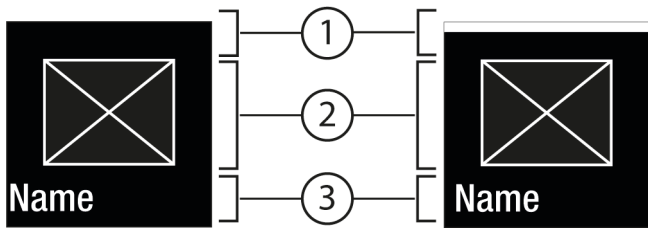
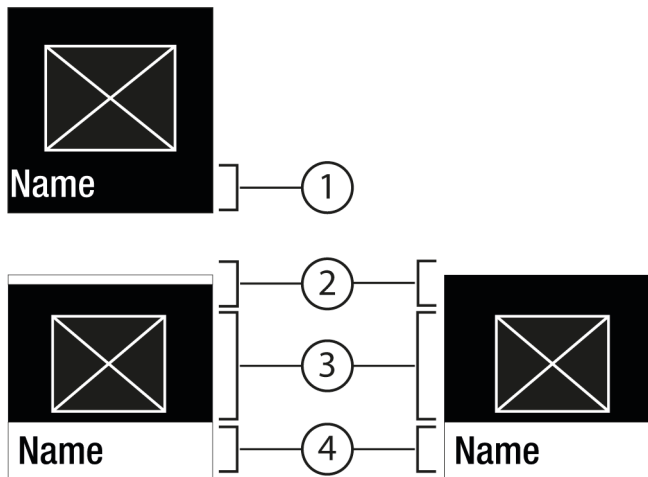

Fig. 6
Fig. 7
- Hent undermenuen Fig. 7 (4) med Bekræft Fig. 5 (2).
- Indstil ny værdi: Vælg en deaktiveret værdi Fig. 6 (1) med Bekræft Fig. 5 (2).
- Tilbage til menuen: Vælg den allerede aktiverede værdi Fig. 6 (2) med Bekræft Fig. 5 (2).
- ▷ Statussen aktiveret Fig. 6 (1) vises kort i undermenuen Fig. 7 (4).